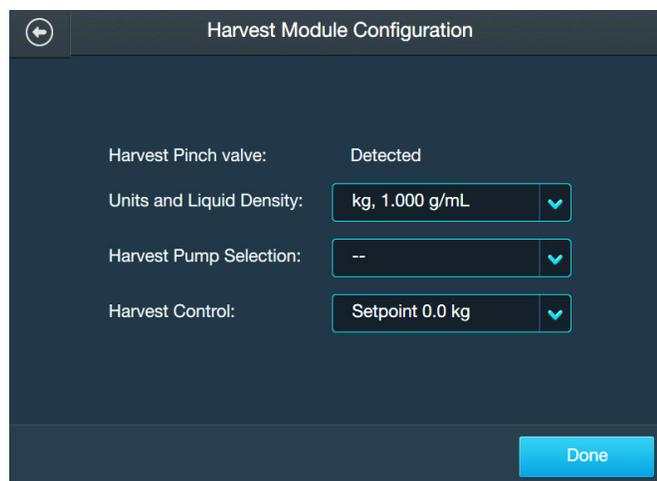

Abbildung 3.31. Bildschirm „Harvest Module Configuration“ (Konfiguration des Moduls „Entnahme“).
Verwenden Sie die folgenden Informationen und Schritte, um das Modul „Harvest“ (Entnahme) zu konfigurieren. Alle nachstehend aufgeführten Felder sind in Abbildung 3.31 dargestellt. Bevor Sie das Modul „Harvest“ (Entnahme) konfigurieren können, muss das Modul „Mass“ (Masse) eingerichtet sein. **Hinweis:** Sie können während der Konfiguration eines Moduls jederzeit im unteren Bereich des Konfigurationsbildschirms auf „Done“ (Fertig) tippen. Dadurch werden Ihre Eingaben gespeichert, und Sie können beim nächsten Öffnen der Modulkonfiguration dort weitermachen, wo Sie aufgehört haben.
1. Gehen Sie auf dem Bildschirm „Home“ (Start) der Touchscreen-Konsole zum Modul „Harvest“ (Entnahme) und tippen Sie auf „Configure“ (Konfigurieren). Der Bildschirm „Harvest Module Configuration“ (Konfiguration des Moduls „Entnahme“) wird angezeigt (Abbildung 3.31). Tippen Sie auf das Feld „Units and Liquid Density“ (Einheiten und Flüssigkeitsdichte).